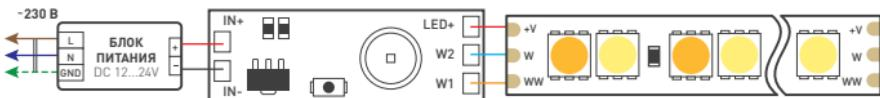

Рисунок 4. Схема подключения выключателя.
- 3.4. Подключите светодиодную ленту MIX к выходу выключателя, соблюдая полярность (см. Рис. 4).
- 3.5. Подключите питание ко входу выключателя, соблюдая полярность [см. Рис. 4]. Напряжение питания должно соответствовать напряжению подключенной светодиодной ленты и не превышать рабочее напряжение выключателя.